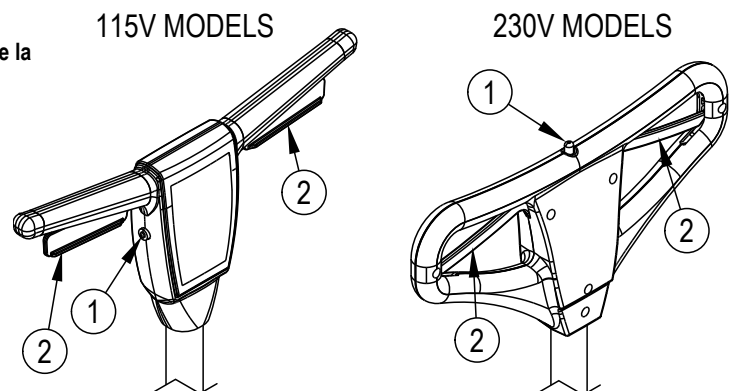

Figura 6
5. Premere il tasto dell'interblocco (1) e applicare pressione alle leve (2). Per arrestare la macchina, rilasciare le leve (2) come mostra la Figura 6.
3. Premere il tasto dell'interblocco (1) e applicare pressione alle leve (2). Per arrestare la macchina, rilasciare le leve (2) come mostra la Figura 6.